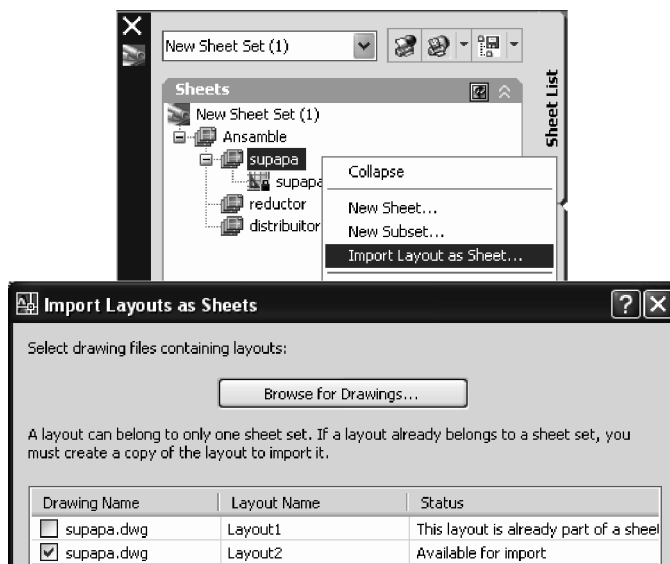

Fig. 10.53 Adăugarea unui *layout* la un *Sheet Set*
11. În fereastra **Sheet Set Manager**, se acționează butonul drept al *mouse*-ului deasupra poziției în care se dorește să fie adăugat noul *layout* – vezi Fig. 10.53. Din meniul care este afișat se alege opțiunea *Import Layout as Sheet*.